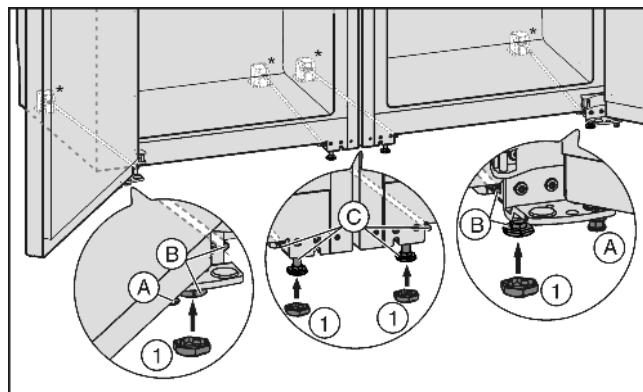

Fig. 4
- ▶ При необходимости полностью закрутите установочные ножки Fig. 4 (A) с передней стороны обоих устройств, чтобы они не касались пола.
- ▶ Насадите колпачки Fig. 4 (1) на четыре передние установочные ножки.
- ▶ Закрутите средние установочные ножки Fig. 4 (C), чтобы они не касались пола.
- ▶ Выверните комбинацию с помощью внешних установочных ножек Fig. 4 (B).
- ▶ Опустите средние установочные ножки Fig. 4 (C) пока они не соприкоснутся с полом.
- ▶ После этого подприте подпорками дверь: Опустите установочные ножки Fig. 4 (A) на опорном кронштейне до их соприкосновения с полом, после этого поверните их на 90°.